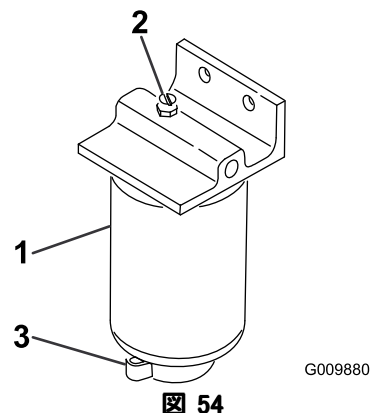

図 54
2. フィルタ容器（図 54）下部のドレンプラグをゆるめて水や異物を流し出す。
1. フィルタ容器(図 54)の周辺をウェスできれいにぬぐう。